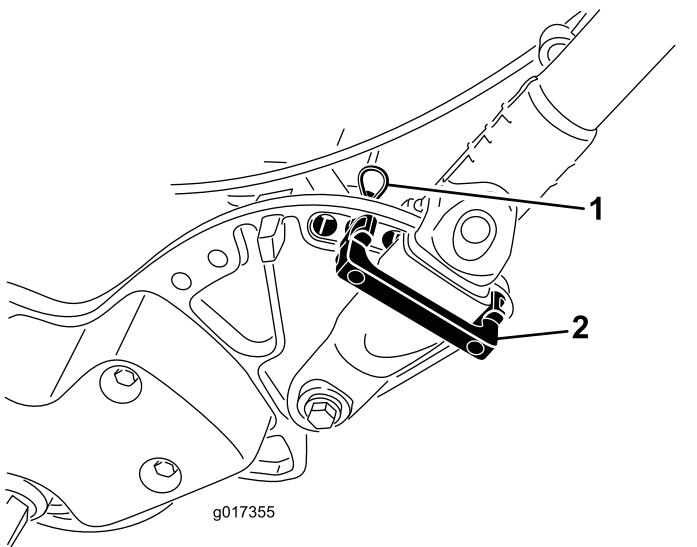

Figura 32
1. Togliete la coppia a forcina dai fermi della stegola (Figura 32) da ciascun lato del tosaerba.
2. Sostenete la stegola, togliete la coppia a forcina da ciascun lato, quindi ruotate la stegola nella posizione operativa desiderata (Figura 32).